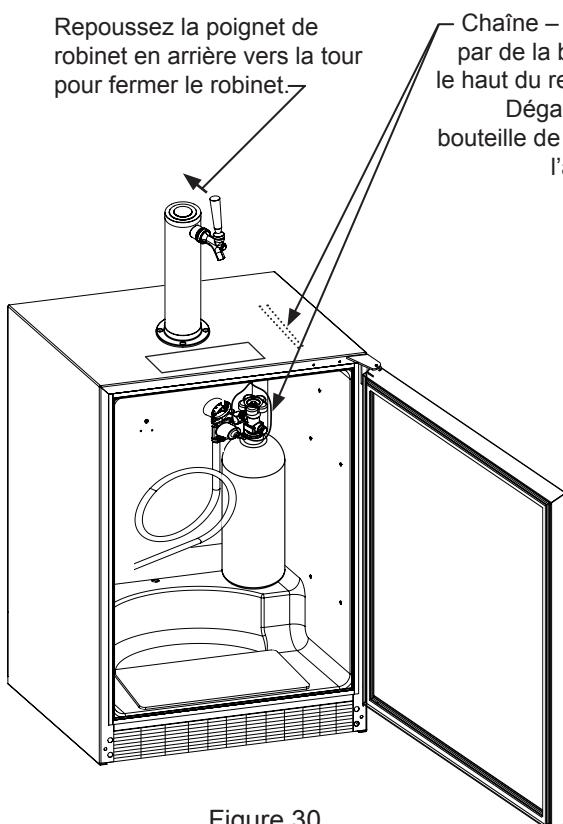

Figure 30
8. Positionnez la bouteille de CO₂ dans l'angle du réfrigérateur comme c'est montré en Figure 30 et attachez-la avec la chaîne. Repousser la poignée de robinet en arrière vers la tour pour fermer le robinet.
2. Assurez-vous que la poignée de vanne est ferme sur la tour (voir la Figure 30).